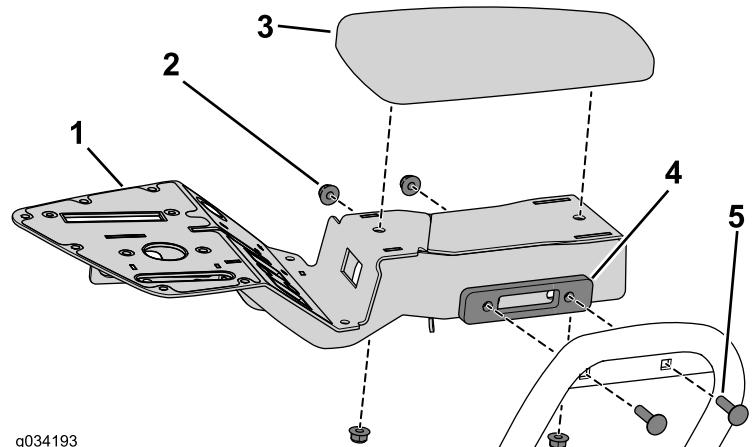

Bild 16
3. Befestigen Sie die Armlehne mit den zwei vorher entfernten Bundmuttern am Bedienfeld (Bild 16).
2. Befestigen Sie die Bedienfeldhalterung mit den zwei vorher entfernten Schlossschrauben und Bundmuttern (Bild 16).